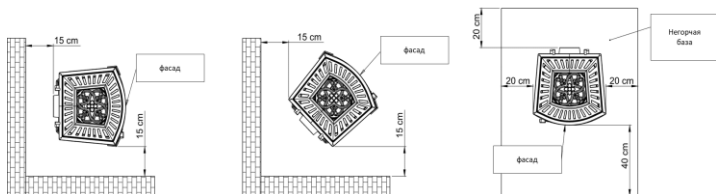

Рис. 3. Безопасное расстояние от печи до негорючих частей.
- печь поместить на несгораемой поверхности, которая выходит за пределы печи на мин. 0,4 м, считая от передней части печи, и мин. 0,2 м, считая от боковых и задней стенки печи (см. рис. 3),
- минимальное расстояние нагревателя от ГОРЮЧИХ частей должно быть не менее (см. таблицу с техническими данными/техническими характеристиками «мин. расстояние от горючих частей») рекомендуемое расстояние от НЕГОРЮЧИХ частей - не менее 15 см (рис. 3)